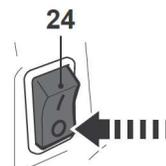

Fig. 28
- > Solte o acelerador (27) e deixe o produto funcionar em ralenti durante algum tempo.
- > Coloque o interruptor de ignição (24) na posição "O" (posição OFF) (Fig. 28).